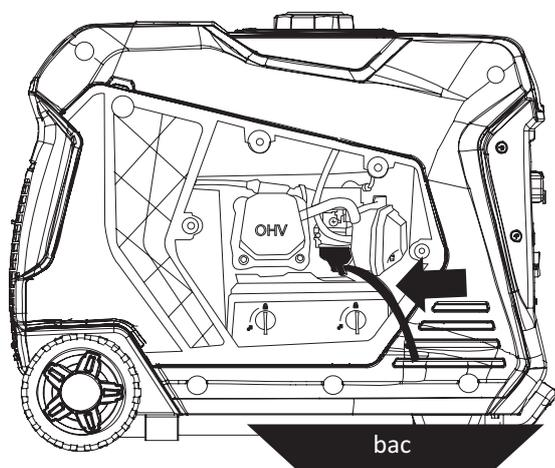

Figure 16: Tuyau de vidange du carburant
2. Repérez le tuyau en plastique transparent dans la cuve qui s'étend vers le bas de la génératrice, tirez ce tuyau à l'extérieur de l'appareil et placez un contenant approprié sous celui-ci pour attraper le carburant qui s'égoutte (voir la figure 16).